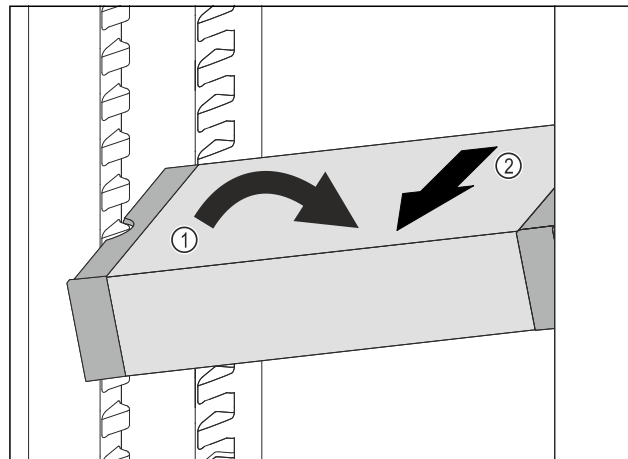

Fig. 85
- ▶ Ukosite ladicu VarioSafe u hladnjaku. Fig. 85 (1)
- ▶ Izvadite ladicu VarioSafe prema naprijed. Fig. 85 (2)